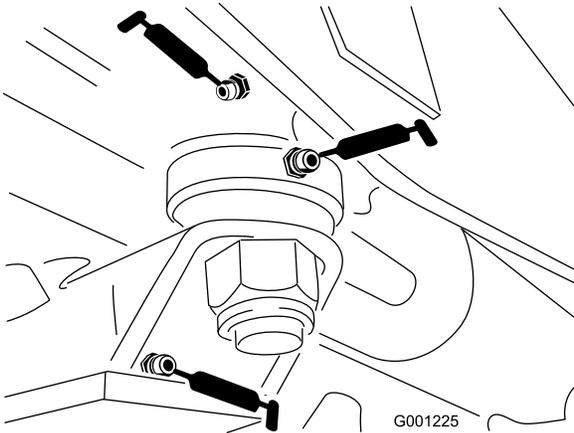

Рисунок 41
- Подшипники пластины рулевого управления (Рисунок 41)
- Втулка шкворня оси (Рисунок 41)